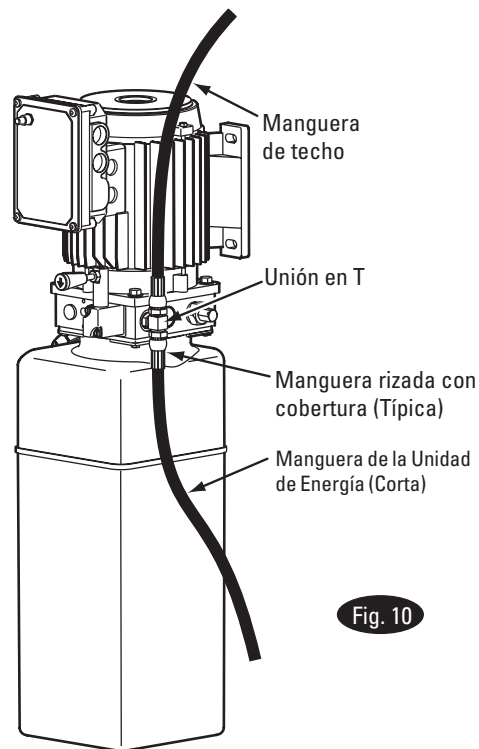
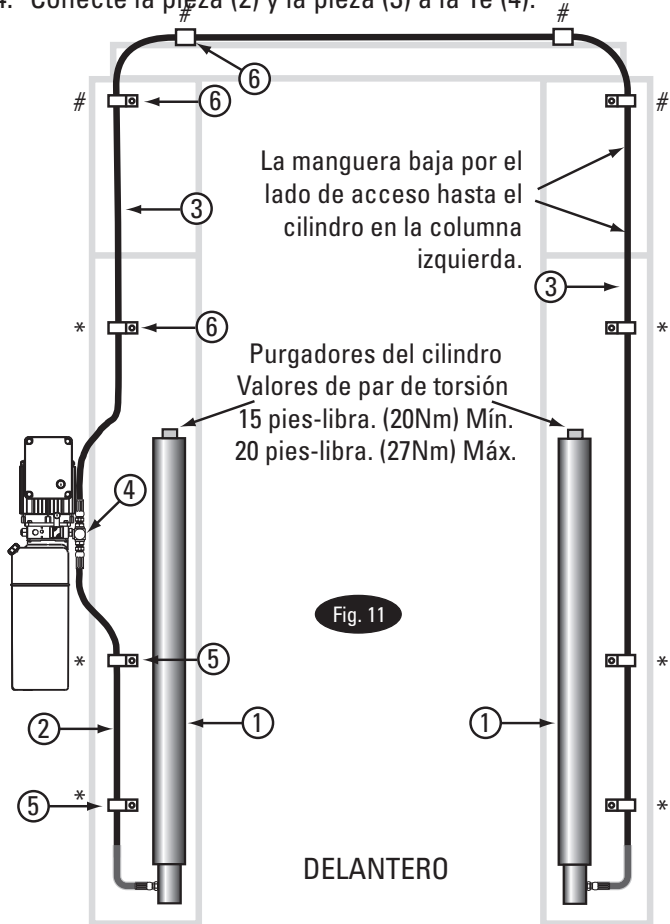

Fig. 10
Fig. 11
10. Mangueras: Limpie los adaptadores y la manguera. Inspeccione todos los hilos por daños así como las terminaciones de la manguera para asegurarse de que estén rizadas, Fig. 10. Instale la manguera y las abrazaderas, Fig. 11, Fig.12 y Fig. 16.
Instalación del adaptador y la manguera (véanse las Figs. 11 y 12)